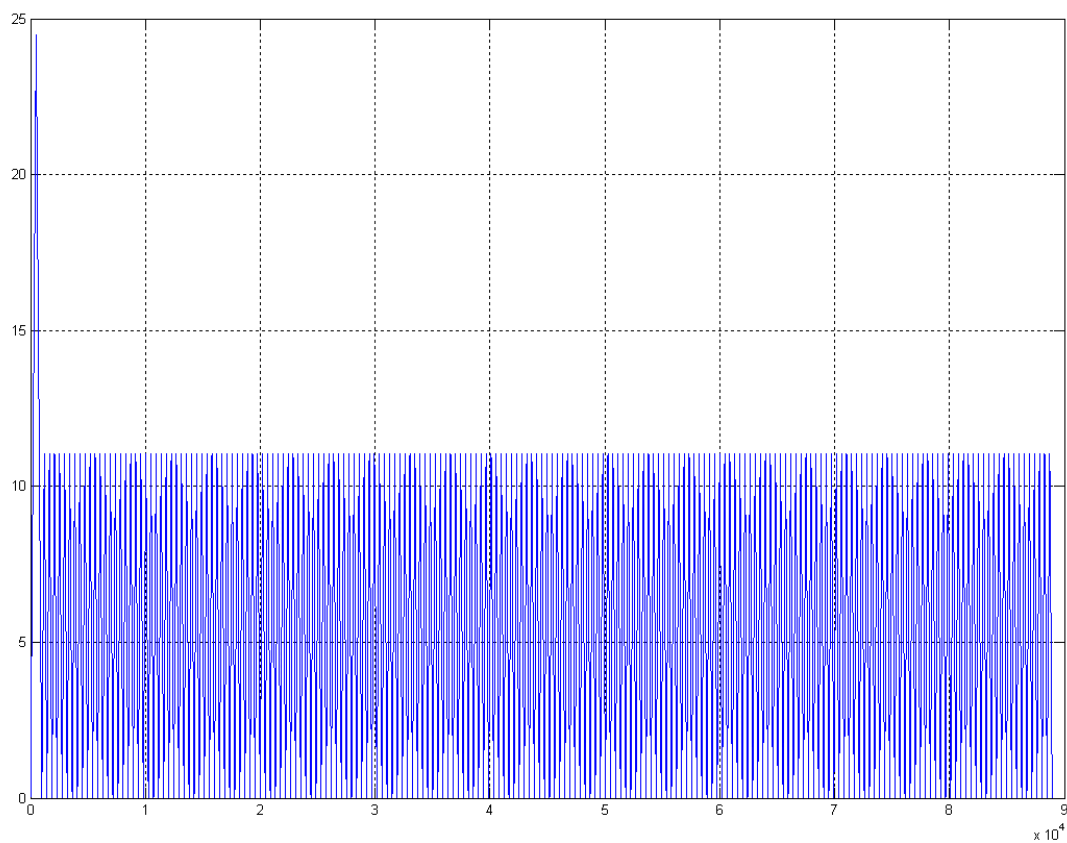
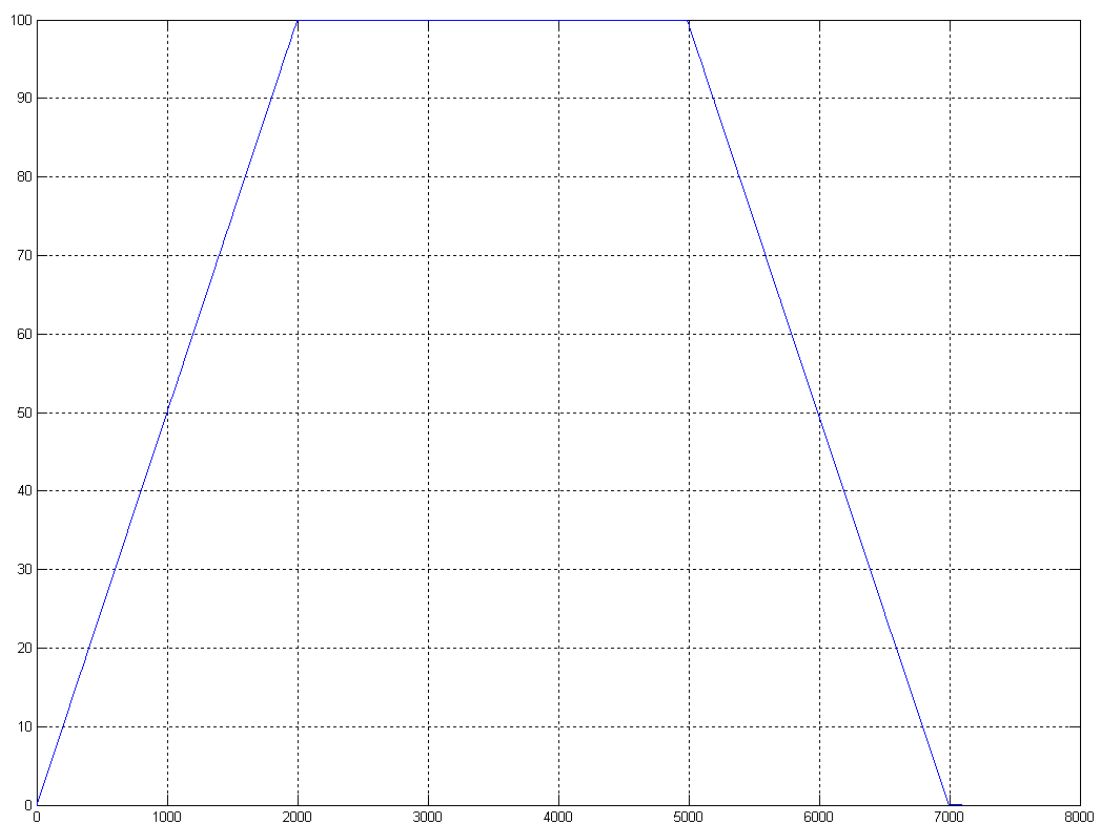

图 8-21 没有进行前瞻预处理的合成速度曲线
图 8-22 进行了前瞻预处理后的合成速度曲线
- 没有前瞻预处理和经过前瞻预处理的区别如图 8-21 和图 8-22 所示。